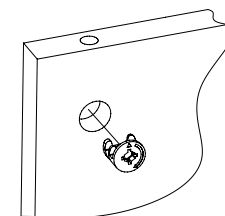

Рис.2
- Вставьте головки минификсов в детали 3, 4, 5, 6, 7, 8, 9 (Рис. 2).